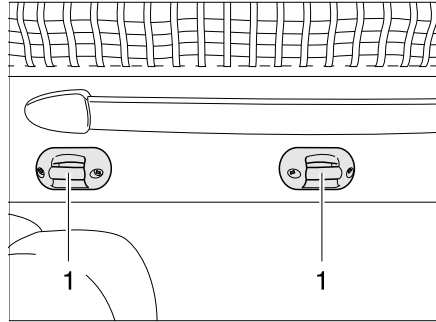

Bild 96 Halterung Aufstiegsleiter
- Die Aufstiegsleiter mit beiden Bügeln in die Krampen (Bild 96,1) am Hubbett einhängen.